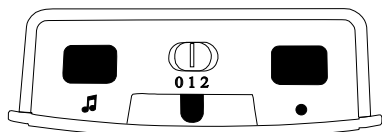

Figure 2 : Face supérieure
À l'aide de l'interrupteur coulissant de sélection du signal (fig. 2 « 0 1 2 »), vous pouvez choisir le type de signalisation. Veuillez noter que les symboles sont toujours éclairés par des diodes électroluminescentes de couleur.
- Appuyez longuement sur la touche »•« (fig. 2). Les symboles s'allument les uns après les autres. Relâchez la touche dès que le symbole souhaité s'allume.